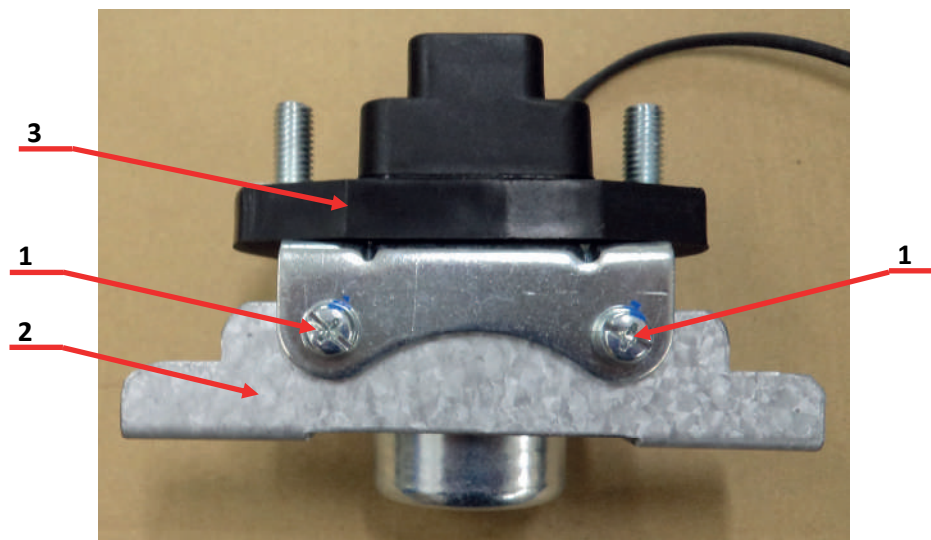

Рис.6.31
- 6.15.2. Окрутить 2 винта поз.1 (рис. 6.31) и положить их в тару 3.1.17.
6.16.4. Открутить два винта поз.1 (рис.6.31) и положить их в тару 3.1.17.